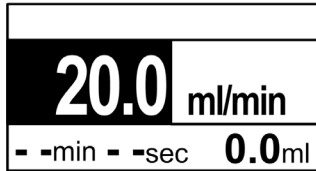

Fig. 28: Débit nominal
1. Presser le bouton rotatif, Fig. 28 apparaît